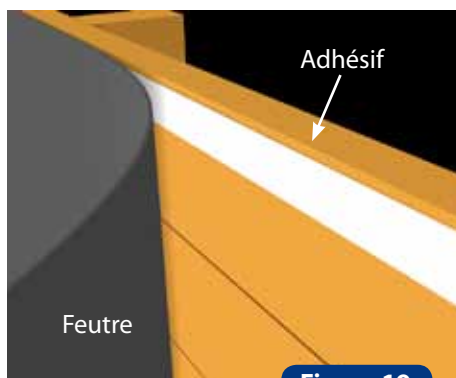

Figure 19
- Collez l'adhésif double face, pan par pan, en l'alignant au sommet des bastinges supérieurs (figure 19)